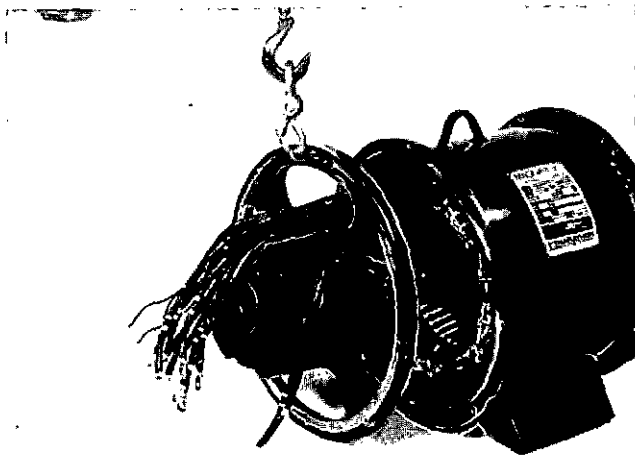
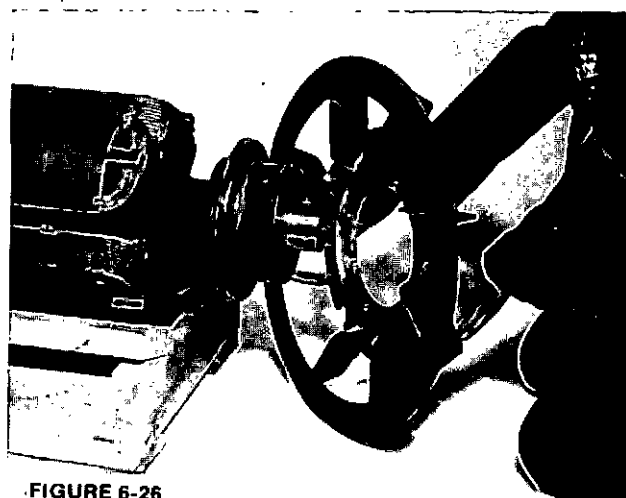

FIGURE 6-20
FIGURE 6-26
2. Déposer la flasque palier de l'ensemble stator. (Figure 6-20.)
- 3.a. Pour les alternateurs monopoliers. Dévisser les vis du ventilateur (figure 6-20.) et faire glisser le ventilateur hors de l'arbre (figure 6-26.).